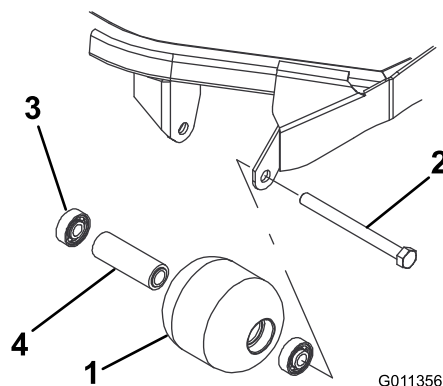

Figura 68
1. Retire el perno de montaje del rodillo (Figura 68).
4. Inspeccione el alojamiento del rodillo, los cojinetes, y el espaciador del cojinete (Figura 68).
1. Introduzca a presión el primer cojinete en el alojamiento del rodillo (Figura 68). Haga presión solamente sobre el anillo de rodadura exterior, o de forma igual sobre el anillo exterior y el interior.
2. Introduzca el espaciador (Figura 68).
3. Introduzca a presión el segundo cojinete en el alojamiento del rodillo (Figura 68), haciendo presión de manera uniforme sobre el anillo de rodadura interior y el exterior hasta que el anillo de rodadura interior entre en contacto con el espaciador.